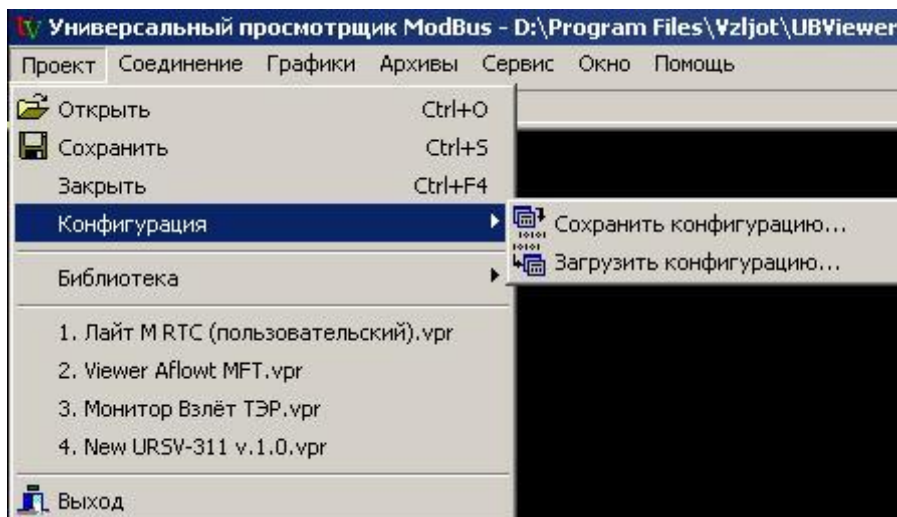

Рис.21. Окно «Универсальный просмотрщик».
- в программе «Универсальный просмотрщик» выбрать пункт «Проект» / «Конфигурация» / «Сохранить конфигурацию» (рис.21).